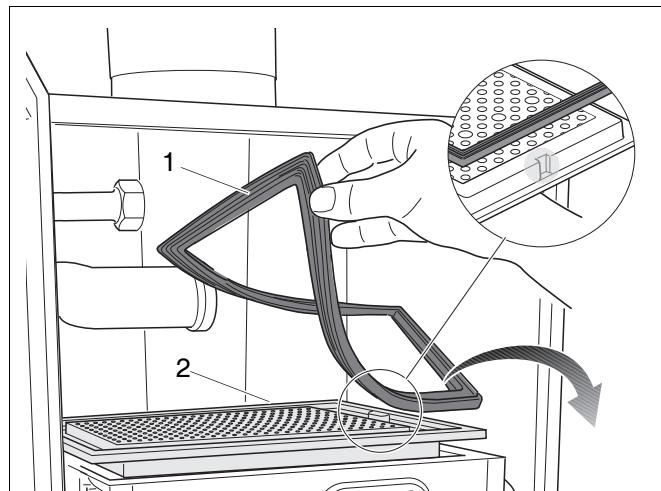

Fig. 88 Rimuovere il bruciatore e la relativa guarnizione
- Rimuovere la guarnizione del bruciatore (fig. 88, pos. 1), sostituirla secondo necessità.
- Rimuovere il bruciatore (fig. 88, pos. 2) e pulirne tutti i lati con aria compressa o con una spazzola delicata.
Verificare, al reinserimento del bruciatore, che la scana-latura si trovi a destra (fig. 88, zoom).